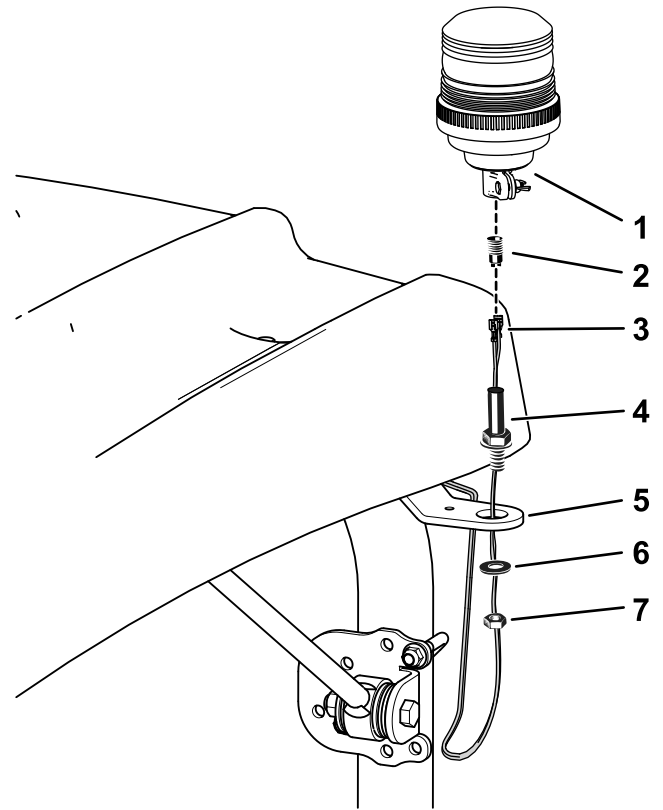

Figure 10
Remarque: Le connecteur du gyrophare peut être dévissé de la douille pour permettre la connexion (Figure 10).
5. Montez le gyrophare sur le support et installez l'ensemble comme montré à la Figure 10.